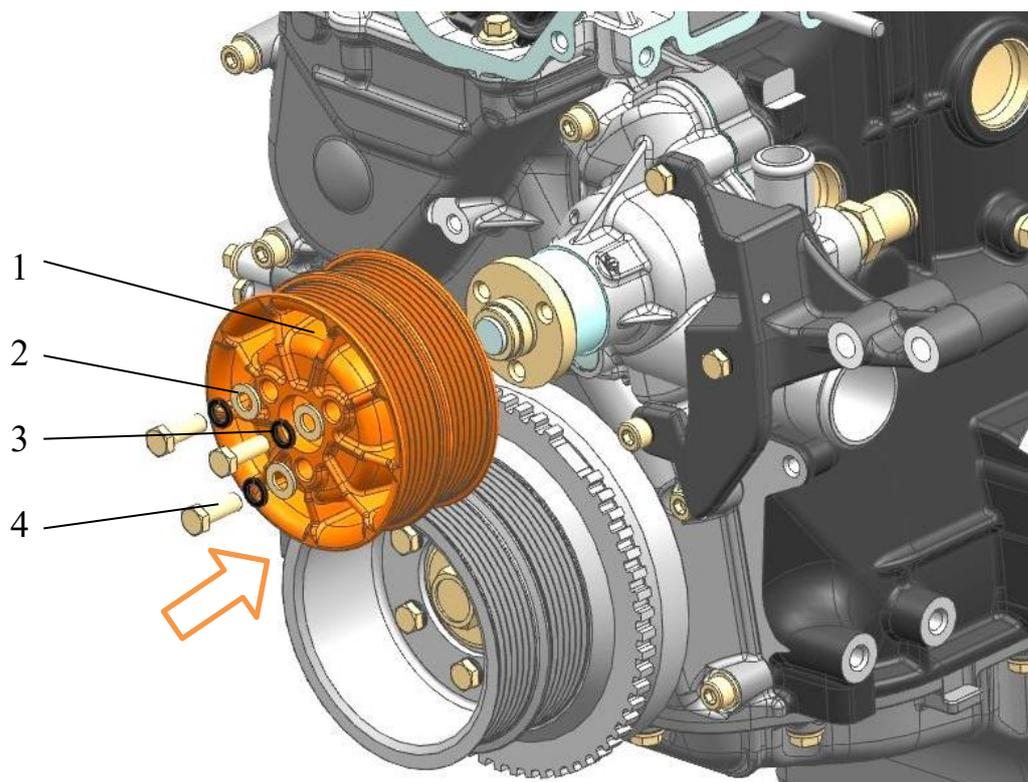

Рис.161. Установка шкива водяного насоса:
16. Установить и закрепить шкив 1 (рис.161) водяного насоса, завернув болты 4 с пружинными 3 и плоскими 2 шайбами моментом 13,7...17,7 Н·м (1,4...1,8 кгс·м) (двигатели с компрессором кондиционера).